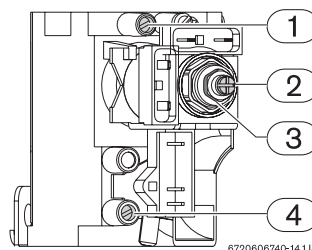

Fig. 3 Pontos de medição de pressão
- ▶ Utilizando a porca de ajuste (Fig. 3, pos. 3) regular a pressão até atingir os valores indicados na Tabela 1.
- ▶ Utilizando o parafuso de ajuste (Fig. 3, pos. 2) regular a pressão até atingir os valores indicados na Tabela 1.